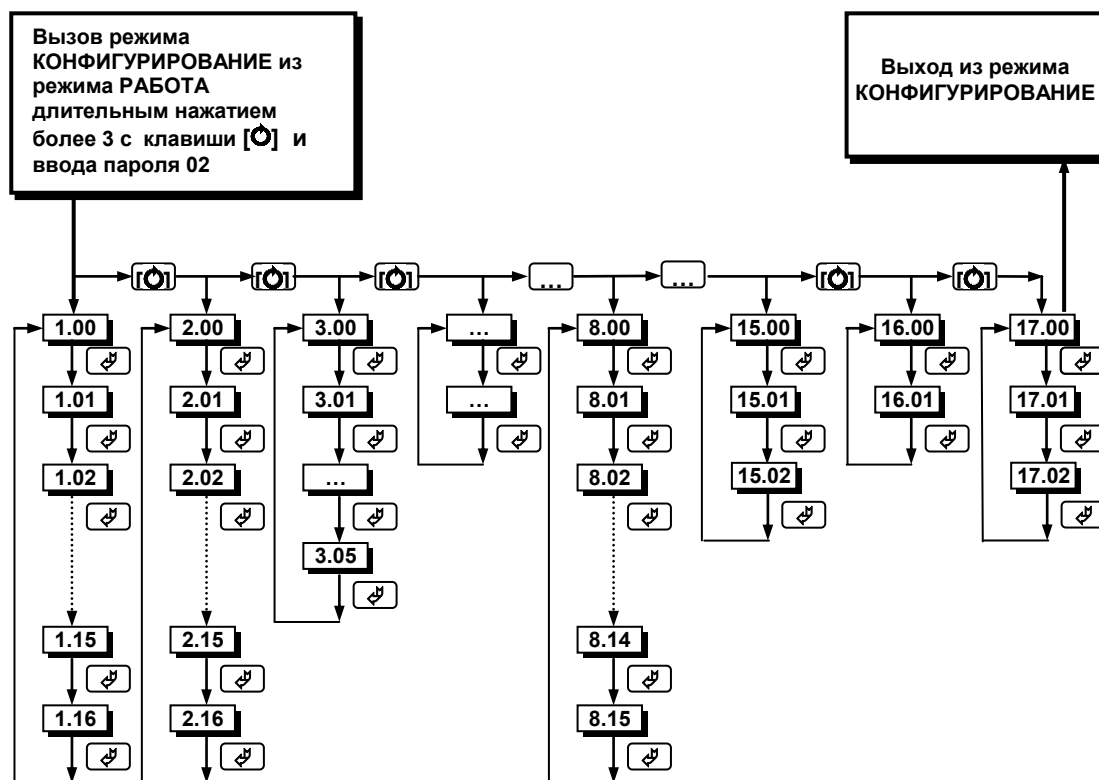

Рисунок 4.2 - Диаграмма уровней режима конфигурации и настроек
- Параметры разделены по группам, каждая из которых называется "уровень". Каждое заданное значение (элемент настройки) в этих уровнях называется "параметром". Параметры, используемые в индикаторе ИТМ-120НУ, сгруппированы в семнадцать уровней и представлены на диаграмме (рисунок 4.2). Индикация значения параметров конфигурации и их номеров указаны на рисунке 4.3.